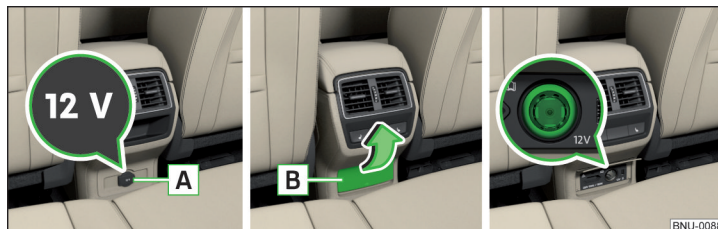

Fig. 127 Rabattez le couvercle de la prise 12 Volts / prise 12 Volts.
- Pour **utiliser** la prise, ouvrir le couvercle **A** ou rabattre le couvercle **B** dans le sens de la flèche » fig. 127.